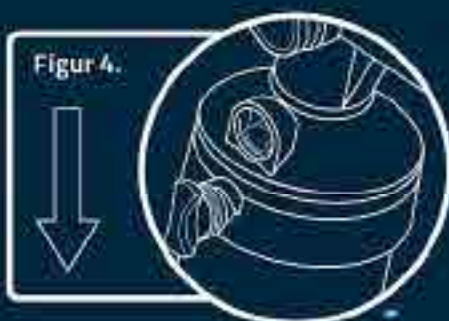

Figur 2.
- För att använda pumpen för att blåsa upp, fäst slangen genom att vrida medurs på pumpens luftutlopp märkt "Inflate" (blåsa upp) enligt **figur 1**. För att använda pumpen för tömning, fäst slangen genom att vrida medurs på pumpens luftutlopp märkt "Deflate" (tömma) enligt **figur 2**.
- För att göra pumpen mer kompakt, ta bort pumphandtagen genom att vrida moturs. Se **figur 1** tills de är helt lossade och skjut sedan på de två handtagsfästena. Se **figur 2**.